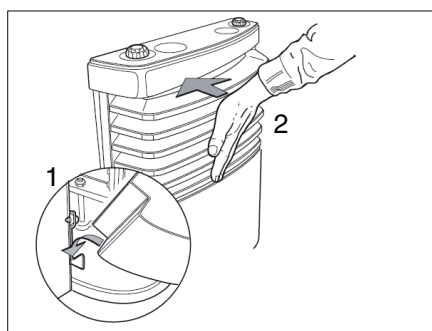

Fig. 102 Mettre en place le revêtement du chauffage
- Monter le revêtement du chauffage A cet effet, accrocher le revêtement dans les paliers inférieurs (Fig. 102,1).
- Faire basculer le revêtement jusqu'à ce que le levier de verrouillage se verrouille de manière audible (Fig. 102,2).